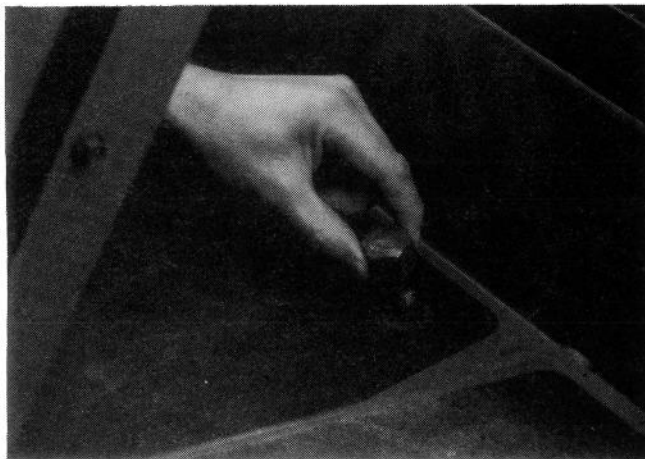

Fig. 9
2. Skru målepindsdækslet (Fig. 9) af transmissionens påfyldningsrør. Tør målepinden af med en ren klud. Skru målepinden ind i påfyldningsrøret. Tag målepinden ud og kontrollér oliestanden.